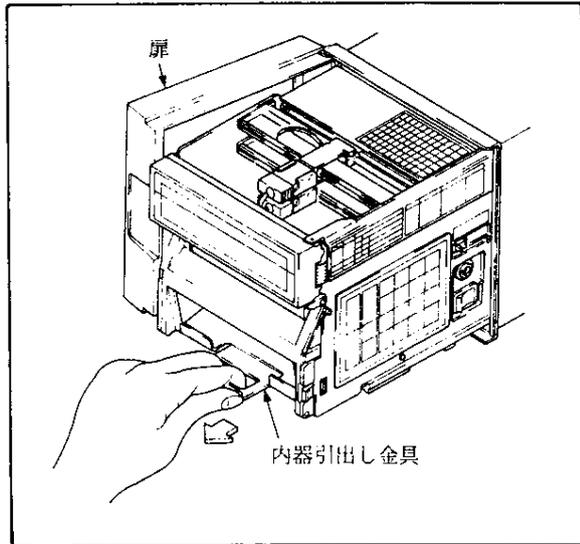

図 5.12
- (1) 扉を開き、内器引出し金具により内器を引き出します (図 5.12)。